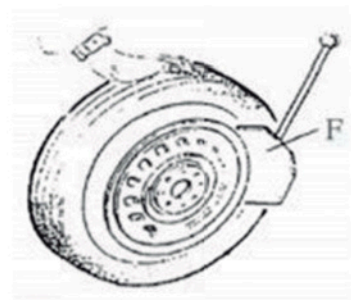

Fig. 5 REV. 01 - 24/02/2025
Certifique-se de esvaziar completamente o ar do pneu, coloque o pneu contra o amortecedor de borracha (S). Aproxime o talão aproximadamente 10mm da borda do aro como mostrado na Fig. 5.